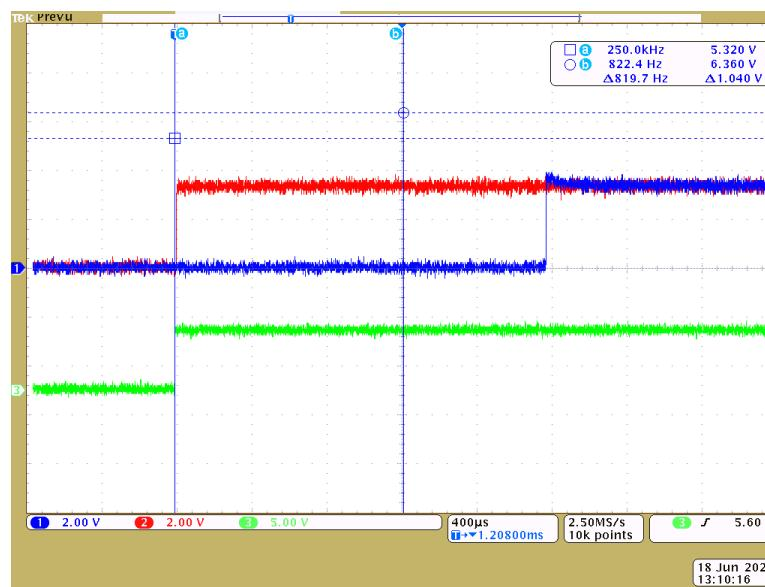

图 4-21. 预期输出信号
11. 示波器的输出应与图 4-21 相似，其中绿色波形是到 ACT 引脚(TP6)的脉冲，红色波形是 Enable 2 信号，蓝色波形是 Enable 1 信号。